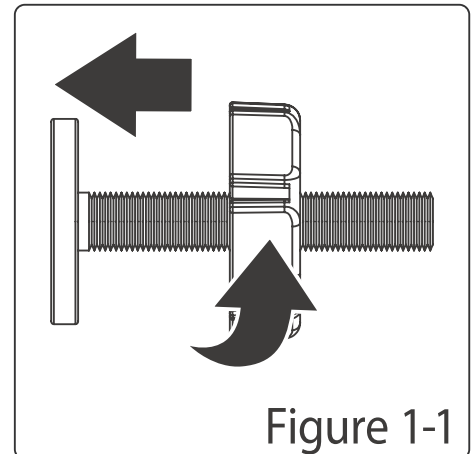

Figure 1-1
Locate the (4) threaded spindle rods (B). Rotate the adjustment wheels along the threading, eliminating the gap between the adjustment wheel and the rubber foot (Figure 1-1).
Localisez-les (4) tiges filetées (B). Faites tourner les roues de réglage le long du filetage, en éliminant l'espace entre la roue de réglage et le pied en caoutchouc (*Figure 1-1*).